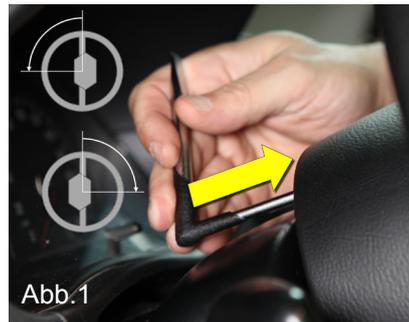

Abb.1
4. Lenkrad jeweils 90° nach links und rechts drehen, um die Airbaghalteklammern wie in Abb.1 und Abb.2 dargestellt zu entriegeln.